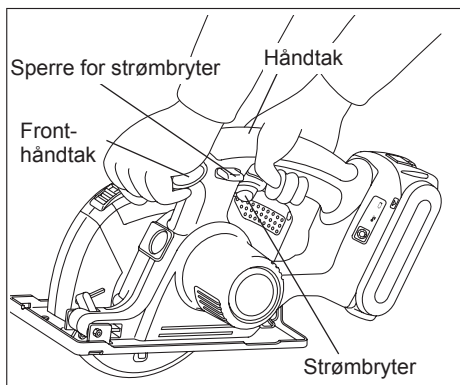

Fig. 8
Hold verktøyet med begge hender. (Se Fig. 8) Ikke forsøk å fjerne saget materiale mens bladet roterer.
- Hold alltid håndtaket med en hånd, og gripepunktet fremme med den andre. (Se Fig. 8) Hold et fast grep og trykk bryteren helt inn.